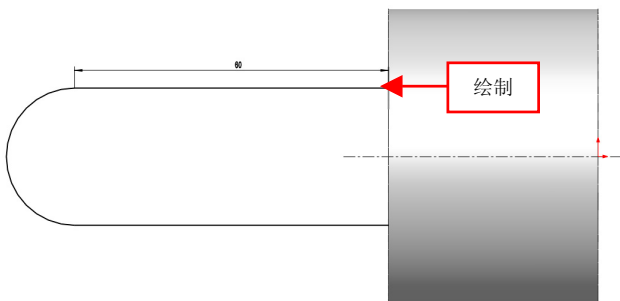

图 16-5 绘制草图对象
(2) 退出草图绘制环境，单击【草图绘制】按钮，选择右视基准面，进入草图绘制环境，单击相应的按钮，绘制草图对象，如图 16-5 所示。